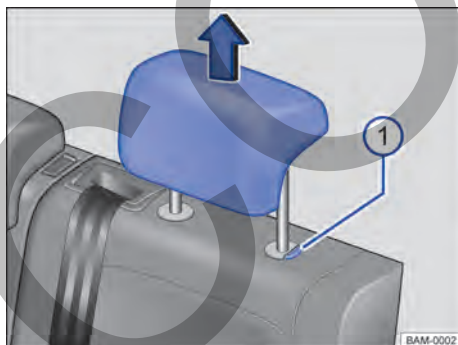

Fig. 69 Apoyacabezas traseros: desinstalar.
- Retirar el apoyacabezas con el botón → fig. 69 ① presionado.
- Empujar hacia abajo el apoyacabezas con el botón → fig. 69 ① presionado.